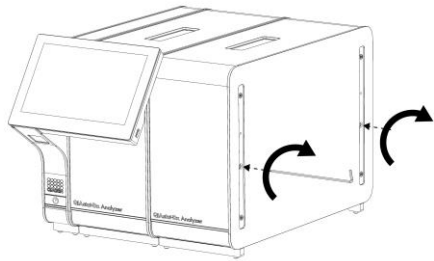

图 16. 对齐和连接附加分析模块。
4. 将附加分析模块与现有分析模块对齐。使用 QIAstat-Dx Analyzer 1.0 自带的分析-操作模块装配工具拧紧螺丝（下一页图 16）。